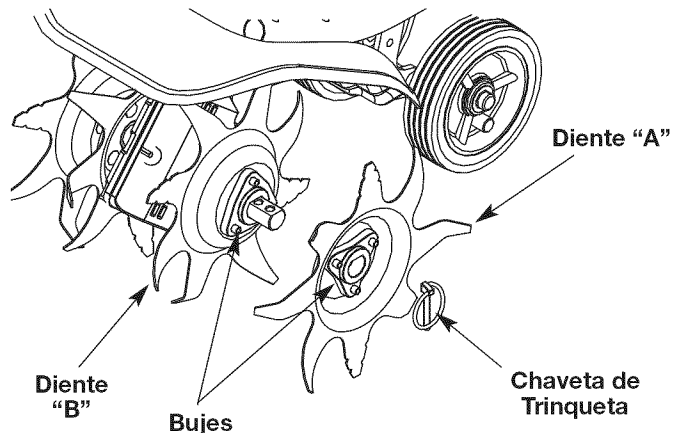

Fig. 14
1. Coloque el control de encendido y apagado en la posición de APAGADO (O) y desconecte el cable de la bujía de encendido.
2. Saque las presillas del pasador de la horquilla y los pasadores de la horquilla (Fig. 14).